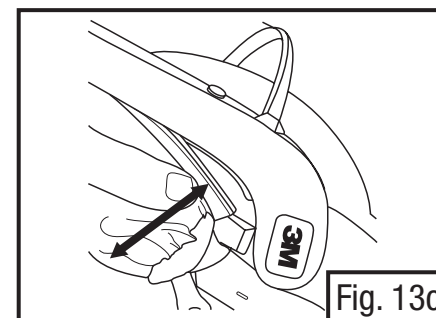

Fig. 13c
- Saisir la membrane d'étanchéité faciale noire et la retirer doucement en petites sections en tirant en ligne droite, tout le tour de la membrane d'étanchéité faciale (Fig. 13c).
- Sur la membrane d'étanchéité faciale, repérer le côté comportant la boucle en tissu cousue dans l'élastique. En tenant la membrane d'étanchéité faciale face vers le haut, saisir le joint d'étanchéité noir et l'aligner avec le bord de la rainure du cadre de la visière. Commencer par l'une des extrémités et appuyer fermement sur le joint d'étanchéité pour l'insérer dans la rainure en petites sections, tout le tour de la membrane d'étanchéité faciale (Fig. 13c). S'assurer d'insérer complètement les deux nervures du joint d'étanchéité dans la rainure.